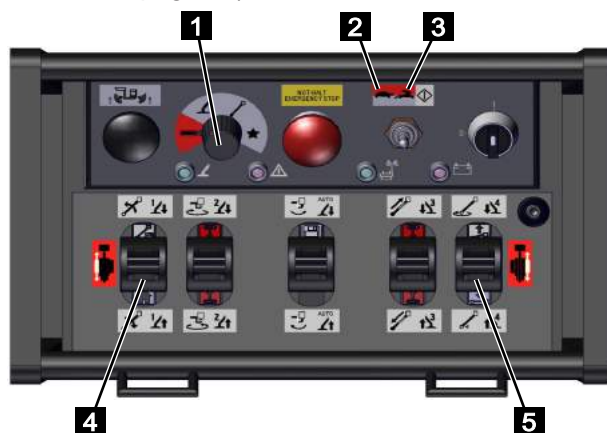

Fig. 102
2. Mettre le sélecteur de fonction sur [Fonction des chenilles] (rouge) (Fig.102/1).
3. Avec le sélecteur du mode de service, sélectionner la [Vitesse lente] (Fig.102/2) ou la [Vitesse rapide] (Fig.102/3).
4. Déplacer la machine avec les leviers de commande (Fig.102/4 et 5) suivant le tableau ci-après.